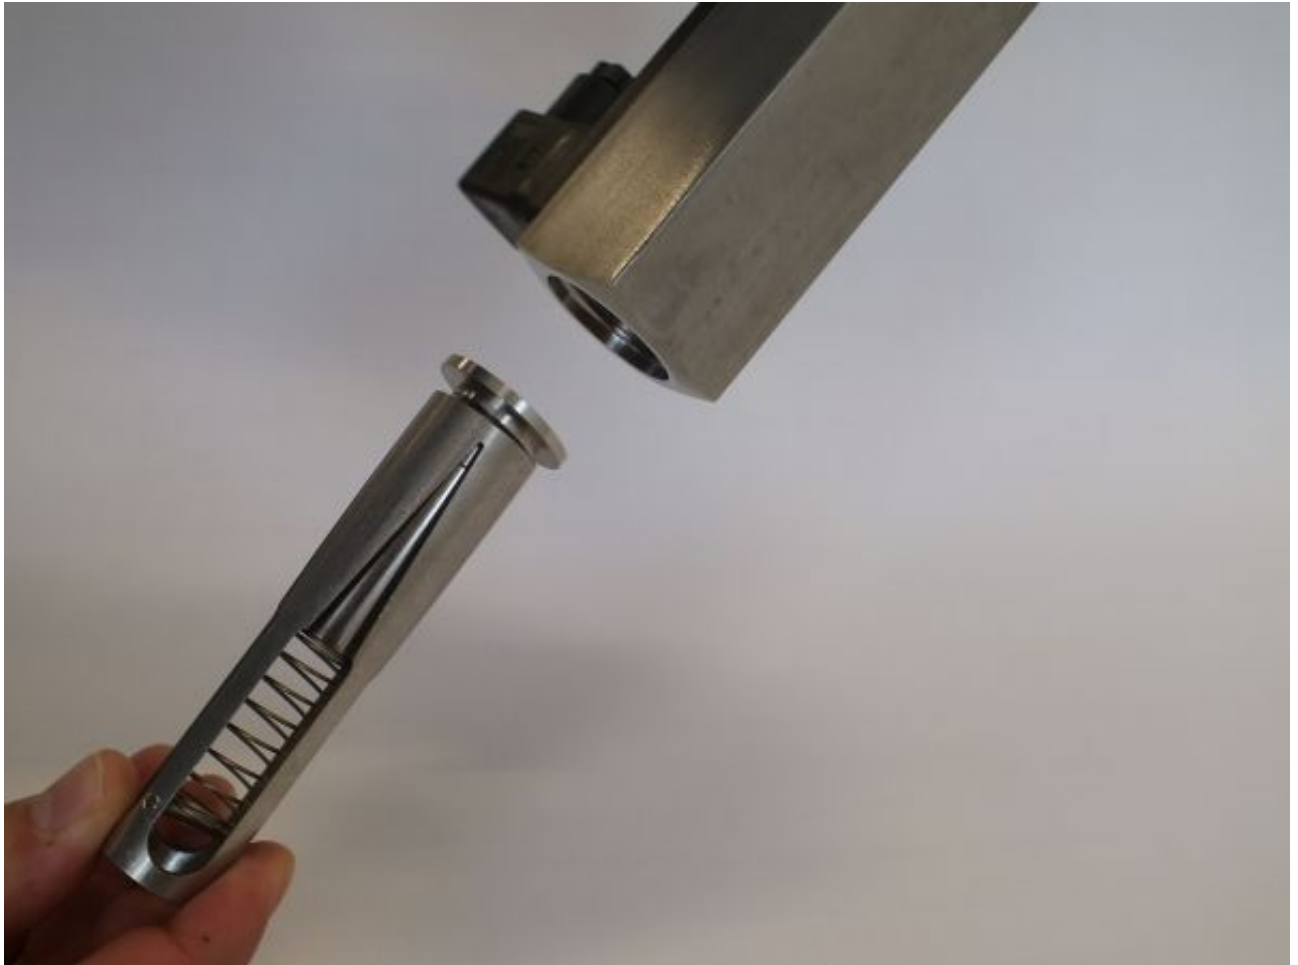

Abb. 44: Innenteile entnehmen
4. ➤ Gerätekörper vorsichtig um 180° drehen und Innenteile des Gerätes (Schlitzdüse, Feder, Schwebekörper und eingangsseitige Zentrierscheibe) entnehmen (Abb. 44)